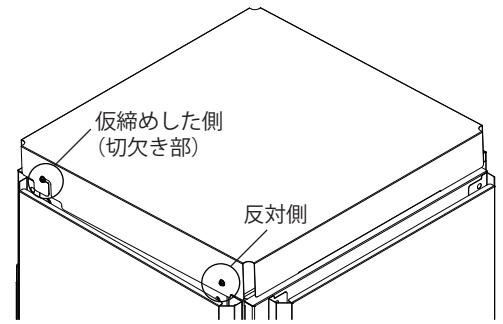

図7
3. 切欠き部の反対側にある穴に、取付ねじを取り付けてください。(2か所) (図7)
4. 仮締めした側の取付ねじを締切ってください。(図7)